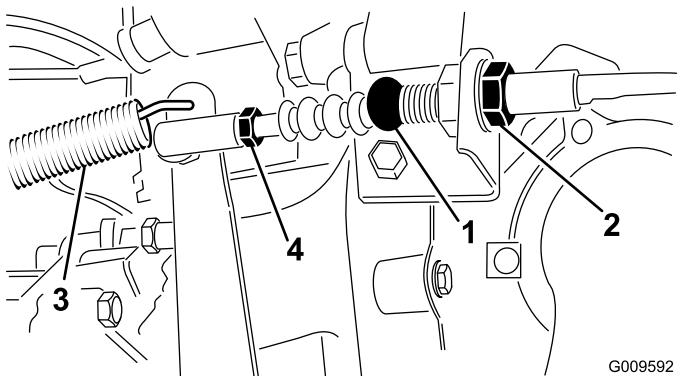

Figura 56
1. Afloje las contratueras que fijan el cable del embrague al soporte de la carcasa (Figura 56).